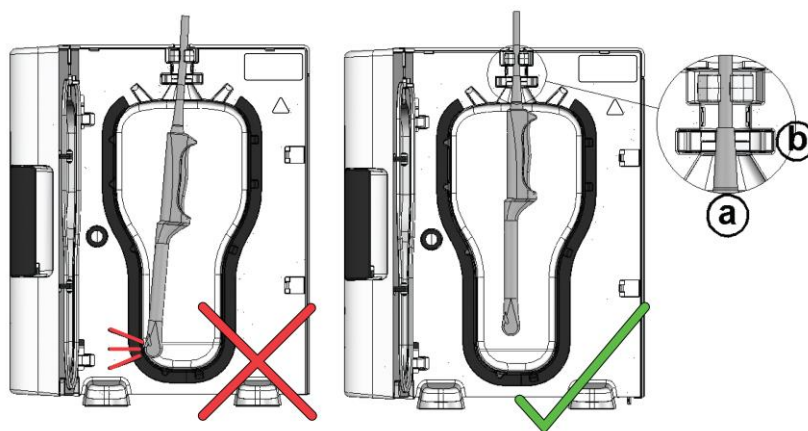

Figure 10
- La sonde est maintenue en place dans la chambre de désinfection par deux pinces. Voir Figure 10.
La gaine courte située à l'arrière de la poignée de la sonde sert à recouvrir le câble électrique. Il s'agit du presse-étoupe de la sonde. Voir Figure 10(a).
Mettez des gants et introduisez la sonde correctement dans le trophon, en vous assurant que le presse-étoupe de la sonde est maintenu en place par la pince souple. Voir les figures 10 à 12.